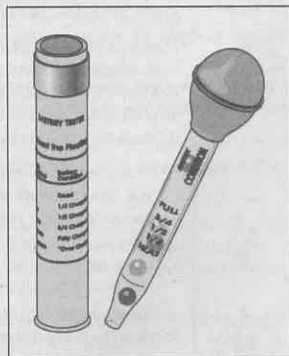

Рис. 3.7. Аккумуляторный пробник
8. Если у вас возникли проблемы с запуском двигателя, если фары светят тускло или батарея старая и у нее есть крышки, которые можно снять и заглянуть вовнутрь, купите аккумуляторный пробник (рис. 3.7) и проверяйте с его помощью плотность электролита в банках АКБ.